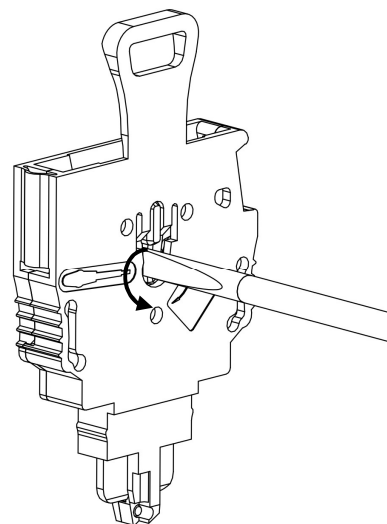

Рисунок 42 – отвертка повернутая на 90°
- Поверните отвертку на 90°, чтобы открыть пружинный зажим штекера (рис. 42).